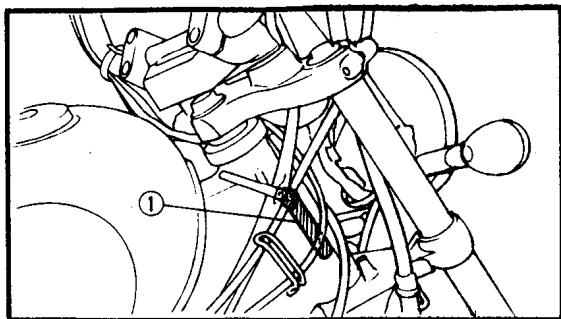

图 1-1
1. 车架系列号码①刻印在方向盘的右侧，见图 1-1。起始系列号码：XV125S：4RF-00D101；XV125：4RF-016101；XV250：4RN-091101。注意这些号码的前三位用于型号识别，而其余的数位则表示单位制造号码。